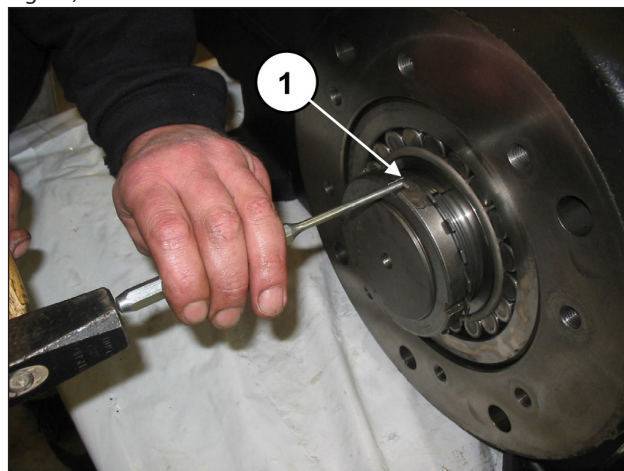

Fig. 15
Levantar la lengüeta de la arandela de seguridad (pos. ①, Fig. 15).